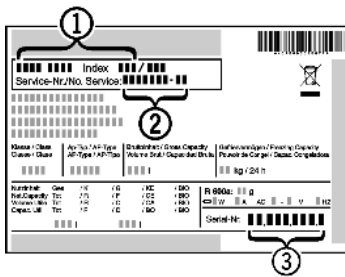

Fig. 17
- ▶ Считать обозначение устройства Fig. 17 (1), сервисный номер Fig. 17 (2) и серийный номер Fig. 17 (3) с заводской таблички. Заводская табличка находится внутри устройства слева.